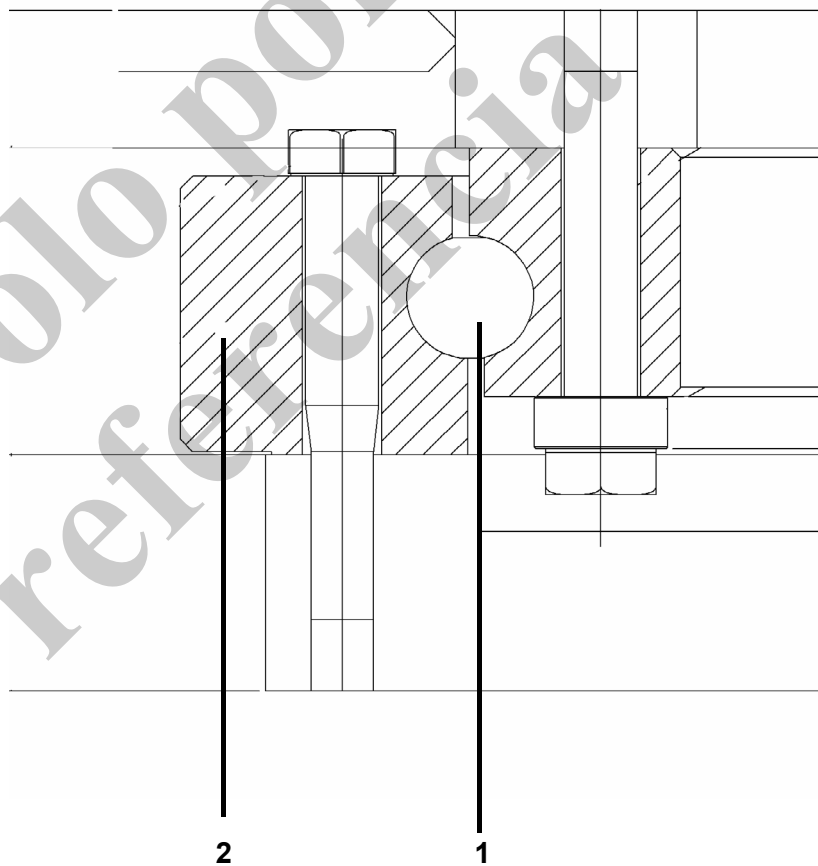

Fig. 231 Componentes de la conexión giratoria
- Pista de cojinete (1, Fig. 231):
- Engranajes (2, Fig. 231):